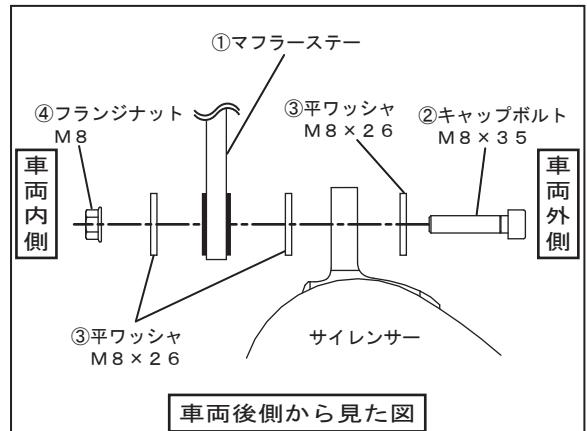

FIG. 3
6. 手順4で取り付けた①マフラーステーに、②キャップボルトM8×35、③平ワッシャM8×26、④フランジナットM8を使用してサイレンサーを仮締めして下さい。（FIG. 3 参照）